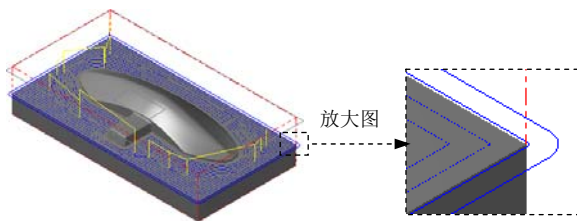

图 9.27 刀具路径
(1) 设置曲面加工参数。在“曲面精加工环绕等距”对话框中单击 **曲面参数** 选项卡，在 **预留量** 文本框中输入值 3.0，**曲面参数** 选项卡中的其他参数采用系统默认设置值。
(2) 设置环绕等距精加工参数。
① 在“曲面精加工环绕等距”对话框中单击 **环绕等距精加工参数** 选项卡，在 **环绕等距精加工参数** 选项卡的 **大切削间距 (M)** 文本框中输入值 4.0，并确认 **加工方向** 区域的 **顺时针** 单选项处于选中状态，在 **环绕等距精加工参数** 选项卡中选中 **✓ 切削顺序依照最短距离** 复选框。
② 取消选中 **恒定深度 (D)...** 按钮前的复选框，单击 **间隙设置 (G)...** 按钮，在系统弹出的“刀具路径的间隙设置”对话框中选中 **✓ 切削顺序最佳化** 复选框，在 **位移小于允许间隙时，不提刀** 区域的下拉列表中选择 **平滑** 选项。
③ 单击 **✓** 按钮，系统返回至“曲面精加工环绕等距”对话框。对话框中的其他参数采用系统默认设置值，单击“曲面精加工环绕等距”对话框中的 **✓** 按钮，同时在图形区生成图 9.27 所示的刀具路径。